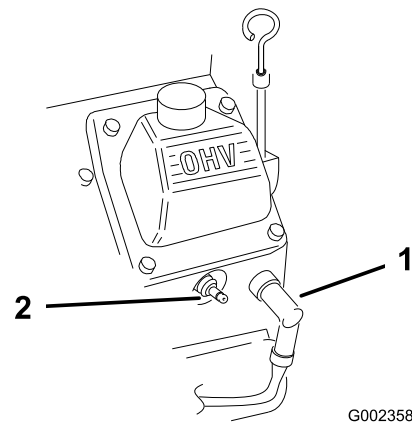

Figure 20
2. Débranchez les bougies (Figure 20).